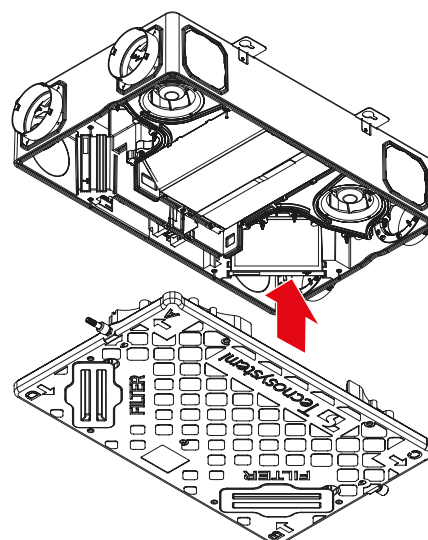

Fig. 5
6. Fissare il guscio sull'unità e serrare le viti di fissaggio (fig. 5).
7. Posizionare i pulsanti sul dispositivo (fig. 5).